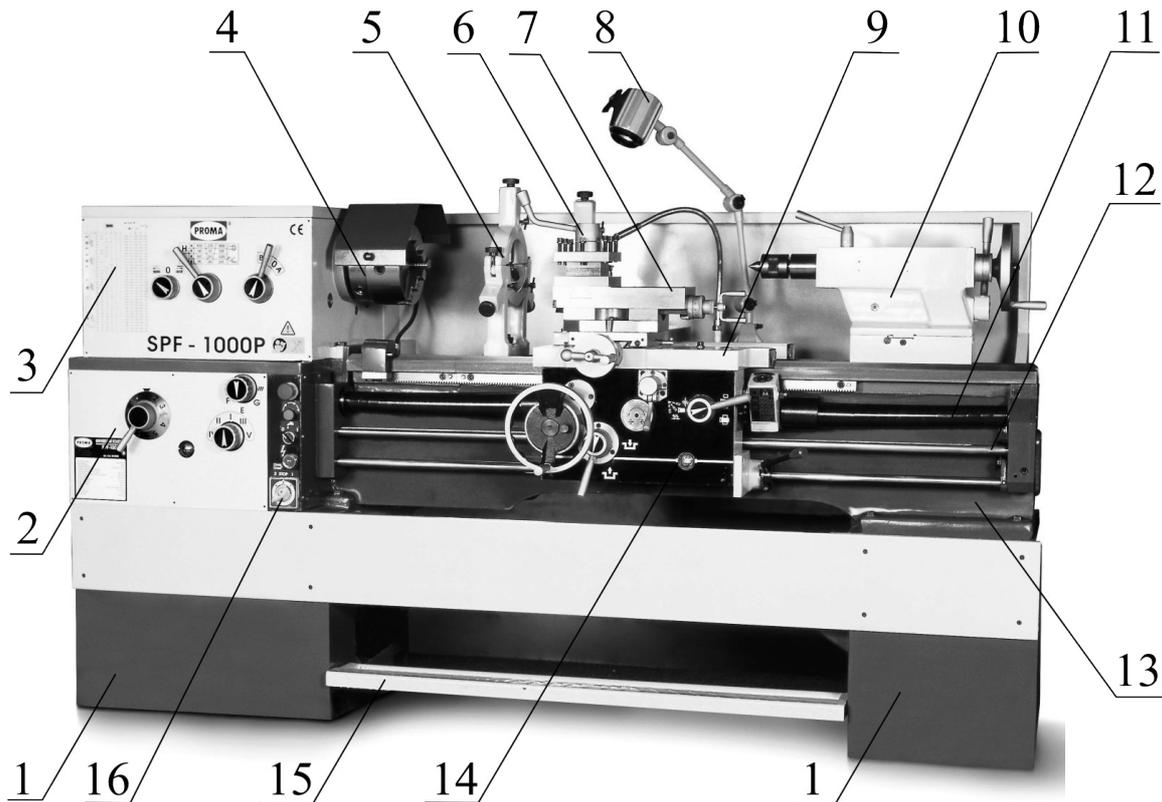

Рисунок 2.
**3.3. Основные узлы и детали оборудования (см. рис. 2).**